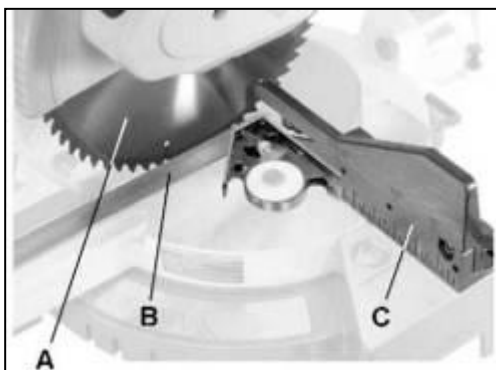

Рис. 17
3. Используя *поверочный угольник (В, рис. 17)*, приложите одну его сторону к *упору (С, рис. 17)* и другой стороной *приложите к пильному диску (А, рис. 17)*.